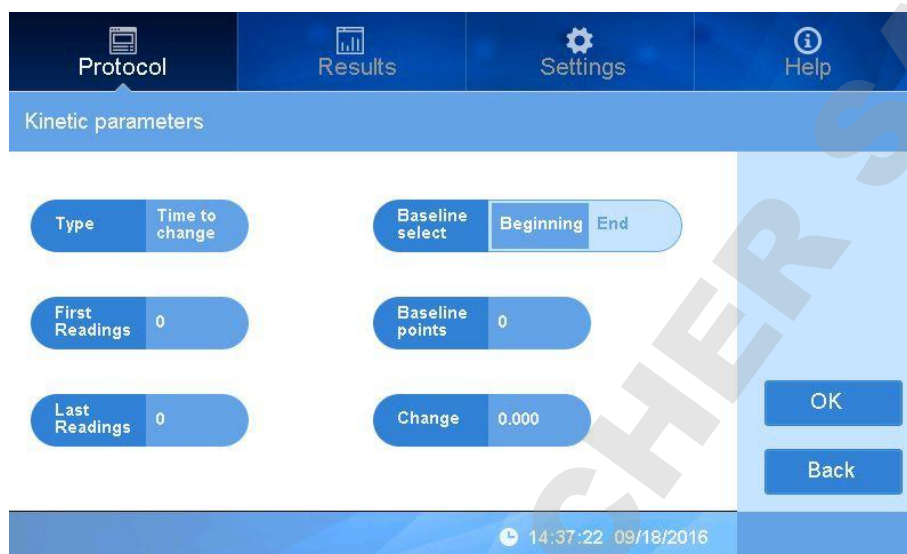

fig 28
- Sur le mode "time to change", 3 paramètres seront actifs sur la droite (Fig 28), réglez les paramètres selon vos expériences.